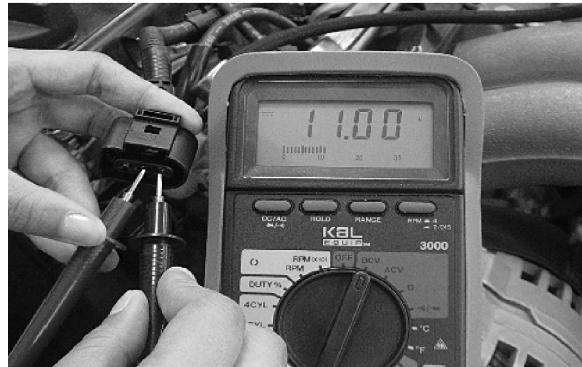

图 5-55 测试插头端子 2 和 3 的电压
3) 检测传感器电源电压。拔下传感器插头, 打开点火开关, 如图 5-55 所示, 使用红表笔接插头端子 2, 黑表笔接插头端子 3, 标准值应约为蓄电池电压。如果测量值符合标准, 应更换凸轮轴位置传感器; 如果测量值不符合标准, 应检查凸轮轴位置传感器与控制单元的线路是否有断路或短路。